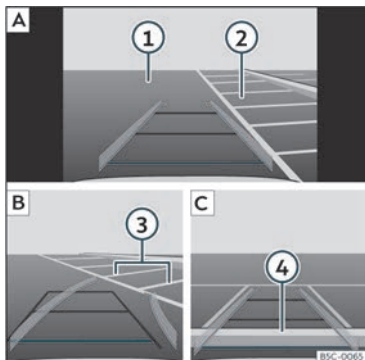

Fig. 177 Visualização no ecrã do sistema Infotainment: estacionar com o assistente de marcha-atrás
Legenda da **Fig. 177**:
- Posicione o veículo à frente do lugar de estacionamento»» **Fig. 177** **2** **A**.